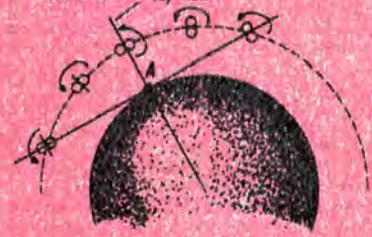

Рис. 3
3. Собственная ось вращения ИСЗ перпендикулярна оси диполя и перпендикулярна плоскости орбиты (рис. 3). При таком расположении наблюдается изменение уровня сигналов с частотой, в два раза превышающей частоту вращения ИСЗ вокруг собственной оси. Изменение сигнала максимально на подспутниковой трассе и уменьшается по мере удаления от нее.